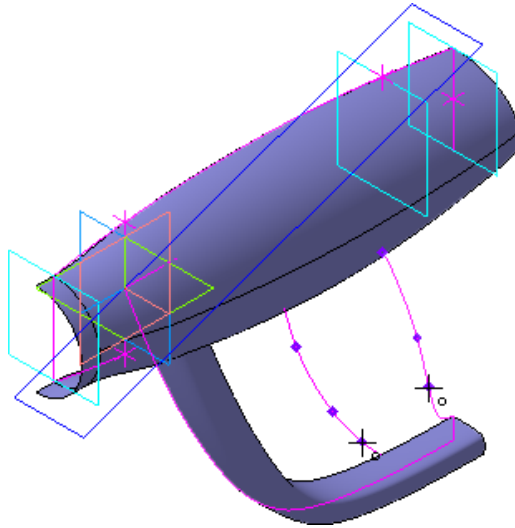

Рисунок 25.
- Укажите нижнюю пару точек — система построит ось (рис.25).